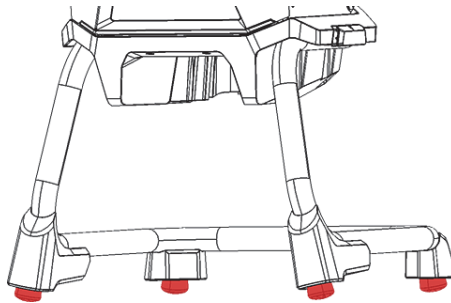

图 B-9 工作站的水平调节脚
5. 如果需要，利用水平调节脚稳固住工作站（参见第112页的图 B-9）。